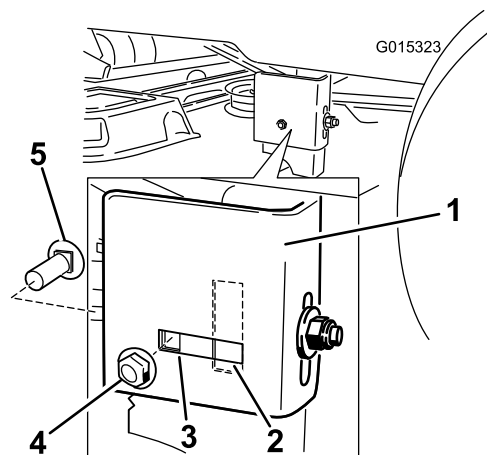

Figura 61
- Vaya al lado izquierdo de la máquina. Compruebe si el perno de cuello cuadrado lateral está en la posición fija o ranurada (Figura 61).
- Si el perno de cuello cuadrado lateral está en la posición fija, retire el perno de cuello cuadrado lateral y la tuerca de bloqueo lateral de la posición fija, e instálelos en la posición de ajuste ranurada (Figura 61).